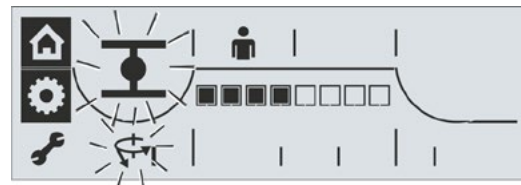

Fig. 2: Menú parámetros activo
5. Confirmar selección: Pulsar el controlador del dispositivo. El actuador se encuentra en el menú "Parámetros", el símbolo de la llave se enciende de modo constante y el símbolo del primer parámetro parpadea, aquí el torque en posición final CERRADO (fig. 2).